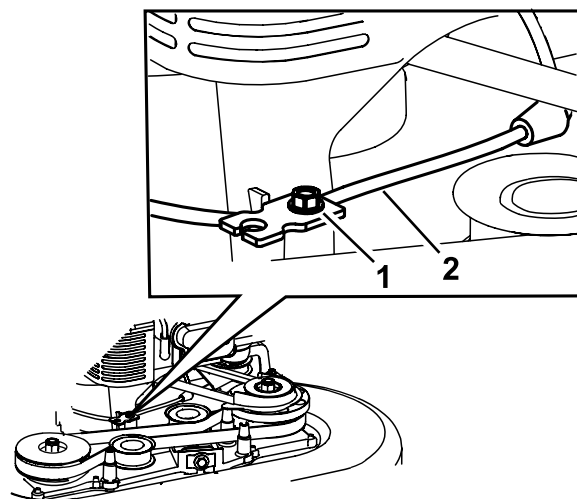

Figura 43
- Allentate la vite del serrafilo (Figura 43).